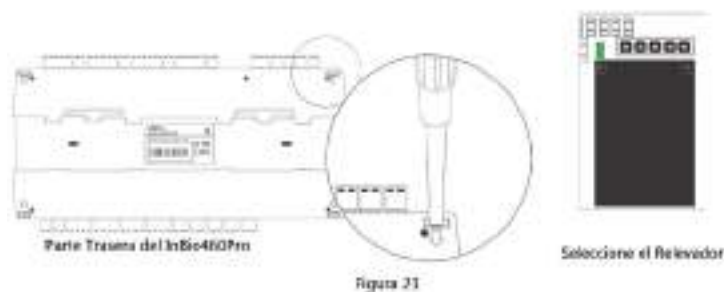

Figura 21
- (1). Aparte la cubierta del InBio460Pro. Haga presión en la muesca hacia adentro (Figura 21).
- (2). Seleccione el relevador correspondiente y encuentre el puente.
- (3). Retire los puentes y modifíquelos de la siguiente manera: